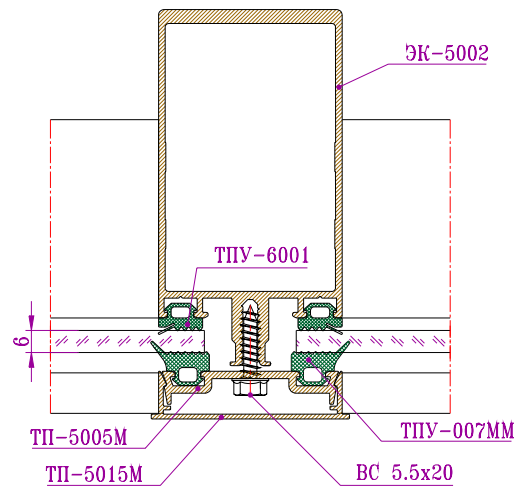
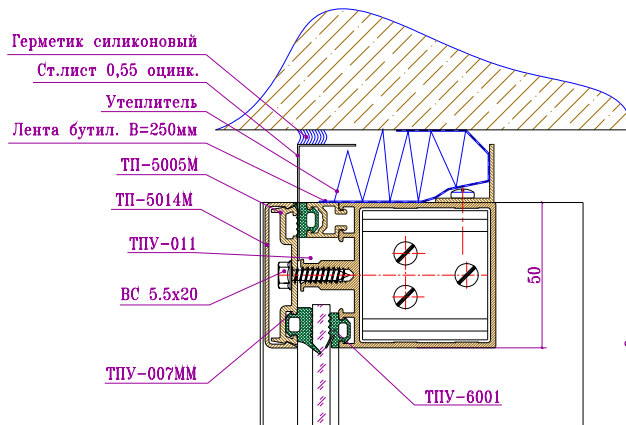
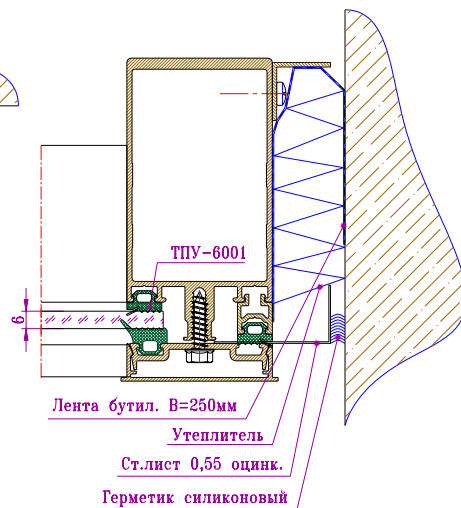

Рис. 6-11 Установка прижима, крышки
Рис. 6-12 Конструкция узла верхнего примыкания
Рис. 6-13 Конструкция узла бокового примыкания
- Только после полного остекления установить прижимы на стойки витража (рис.6-11). Когда все прижимы установлены, устанавливаются крышки: сначала на ригели - ТП-5014 (рис.6-10), затем на стойки - ТП-5015 (рис.6-11), Крышки защелкиваются. На крайних ригелях (рис.6-12) и стойках (рис.6-13) под прижимы устанавливаются проставки ТПУ-024 и нащельники из оцинкованного стального листа;
- Герметизация по проему осуществляется в соответствии с рис.6-12, 6-13, 6-14. В качестве герметика рекомендуется применять пенополиуретан РИПОР 6ТН – 17 ТУ 6–05–221–367-76, либо пористые резиновые прокладки ПРП, минеральную вату, смоляную паклю и тиоколовую мастику. Необходимо также выполнить пароизоляцию для разделения наружного воздуха от воздуха помещения, для этого рекомендуется использовать изобутиловую ленту шириной не менее 200 мм. Во избежание промерзания витража по примыканию к проему, необходимо выдерживать зазоры не менее 25 мм.